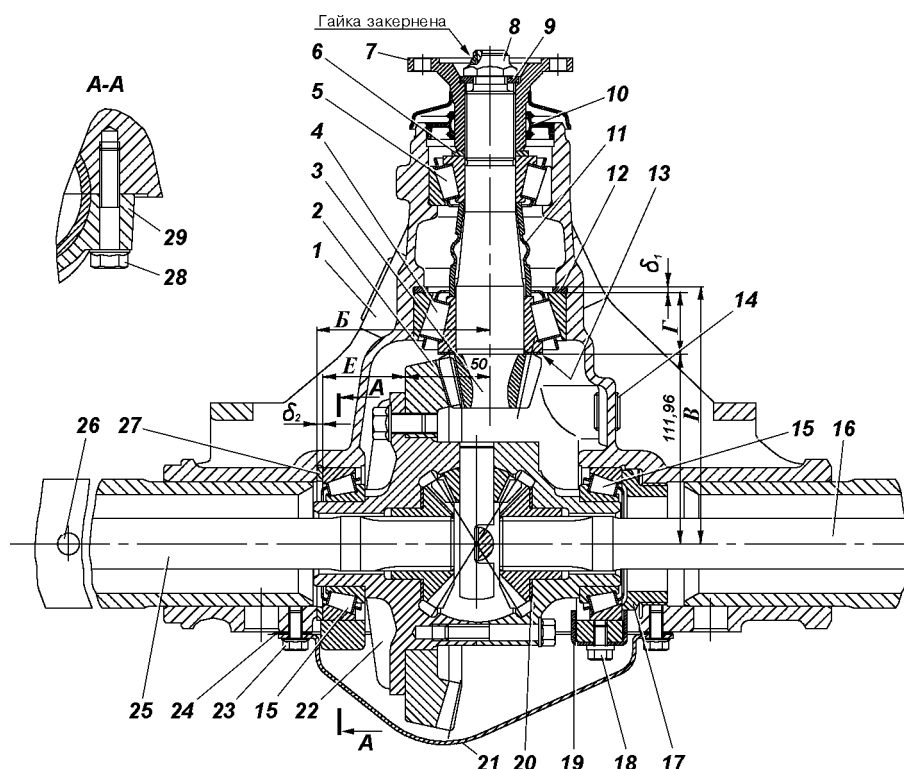
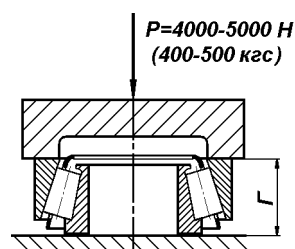
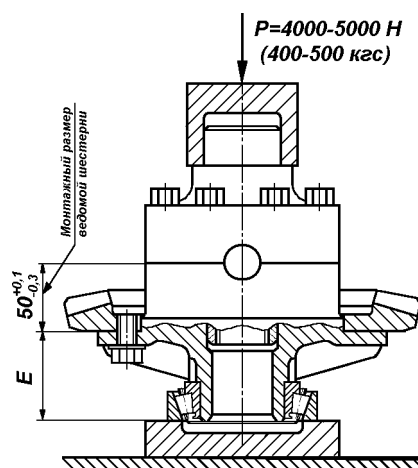

Рис. 9.1. Мост задний:
Рис. 9.8. Замер монтажной высоты подшипника ведущей шестерни главной передачи
Рис. 9.9. Замер установочного размера дифференциала с подшипником
ЗАДНИЙ МОСТ (рис. 9.1)
Для устранения осевого зазора ведущей шестерни необходимо подтянуть гайку 8 (см. рис. 9.1). При этом имейте в виду, что гайка имеет кернение в паз резьбовой части ведущей шестерни и при подтяжке потребуются большие усилия на ключе. Подтяжку гайки производите осторожно до устранения осевого зазора ведущей шестерни, не допуская ее перетяжки, после чего закерните гайку. Если закерненную гайку подтянуть не удастся, то ее следует сначала отпустить на 0,5 - 1,0 оборота, а затем затянуть до устранения осевого зазора и закернить.
2. Отверните болты крепления полуосей и с их же помощью снимите полуоси 16 и 25 (см. рис. 9.1).
Фланец ведущей шестерни. Торцев фланца, сопряженный с кольцом 6 (см. рис. 9.1), должен быть гладким. При
1. Подберите регулировочное кольцо 12 (см. рис. 9.1), толщина которого определяется по действительным размерам В и Г, и должна быть равна $\delta_1 = (B - (111,960 + Г))$ мм с точностью $\pm 0,025$ мм. (Размер Г измеряется так, как показано на рис. 9.8.) Установите его в картер 1 (см. рис. 9.1) главной передачи.
При установке новой ведомой шестерни 2 и нового подшипника 15, установленного со стороны ведомой шестерни и упирающегося в регулировочное кольцо 27, измерьте размер Е (рис. 9.9), приложив осевое усилие $P = 4000 - 5000 \text{ Н}$ ($400 - 500 \text{ кгс}$) и прикатав подшипник, чтобы ролики заняли правильное положение. В картере измерьте размер В (см. рис. 9.1) от оси ведущей шестерни до упорного торца подшипника дифференциала. По действительным размерам В, Е и монтажного размера 50 мм ведомой шестерни подберите кольцо толщиной $\delta_2 = (B - (E + 50 \pm x))$ мм с точностью $\pm 0,025$ мм, где x - величина фактического отклонения от монтажного размера 50 мм с соответствующим знаком (плюс или минус), которая нанесена электрографом на торце ведомой шестерни.
Если требуется заменить только подшипник дифференциала, установленного со стороны ведомой шестерни, то следует измерить монтажную высоту подшипника, как указано на рис. 9.8. Если измеренная высота нового подшипника больше или меньше высоты старого подшипника на какую-то величину, то, чтобы не нарушать положение ведомой шестерни, новое регулировочное кольцо 27 (см. рис. 9.1) должно быть